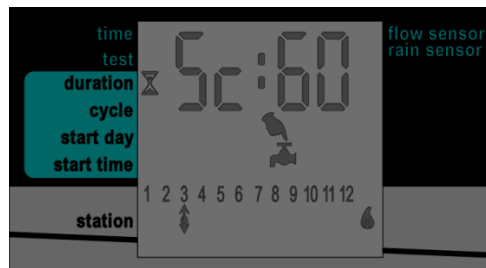

Рисунок 14: Экран последовательности проверки
2. Нажать и удерживать **+**, пока не отобразится экран последовательности проверки (рис. 14). Контроллер автоматически начинает проверку главного клапана и каждого индивидуального клапана последовательно, в течение 60 секунд каждый. Клапан, работающий в настоящее время, помечен знаком , и на экране отображается количество секунд, оставшихся до завершения проверки данного клапана.